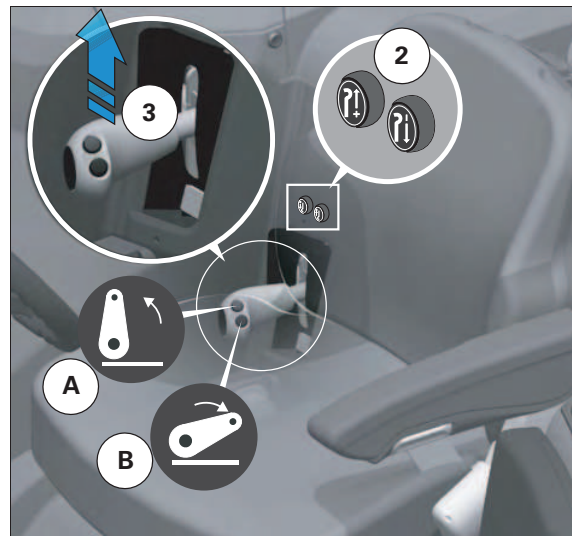

Fig. 21.
3. Accione la palanca de bloqueo (3) *fig. 21* para soltar el gancho y, a continuación, accione el botón de descenso (B) para bajar el gancho al suelo.
4. Pulse el interruptor correspondiente (2) *fig. 21* en la cabina para retraer el pistón del gancho lo más lejos posible.
2. Pulse el botón de subida del elevador (A) *fig. 21* en el control de enganche hasta que el gancho se asiente automáticamente en su sitio.
3. Pulse el interruptor correspondiente (2) *fig. 21* de la cabina para retraer el pistón del gancho, al mismo tiempo que el tractor se mantiene estacionario hasta que se oiga el acoplamiento del bloqueo de seguridad.